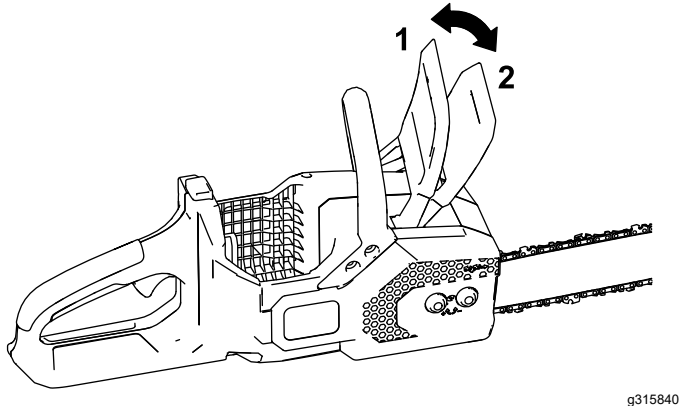

Figura 27
1. Ponga el freno de la cadena moviendo el freno de la cadena hacia adelante a la posición de PARADA (Figura 27).
4. Quite el freno de la cadena moviendo el freno de la cadena hacia atrás, a la posición de MARCHA (Figura 27).
4. Asegúrese de que el freno de la cadena esté en la posición de MARCHA (Figura 27).